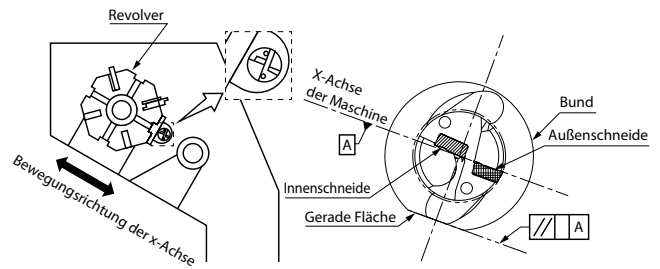
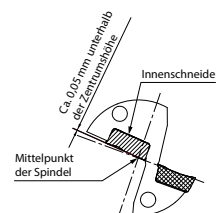

Abb. 1 Eingesetzt in Drehautomaten
Abb. 5 Vorderansicht des Bohrers
1. Bringen Sie den gewünschten Korrekturwert auf der Skala der Exzenterhülse mit der Mittenachse der Referenzmarkierung auf eine Linie. (Fig. 1)
2. Es wird empfohlen, die äußere Wendeschneidplatte zum Bediener zeigend einzusetzen (siehe Abb. 1). Sie kann auch um 180° gedreht eingesetzt werden. Falls Sie mit 2 Revolvern arbeiten und Sie den tiefer gelegenen Revolver verwenden, muss der Bohrer auch mit der äußeren Wendeschneidplatte – zum Bediener zeigend – eingebaut werden. Der Einbau um 180° gedreht ist auch möglich.
Wenn Sie die innere Wendeschneidplatte wie in Abb. 1 gezeigt eingesetzt haben, liegt sie ca. 0,05 mm unter dem Mittelpunkt der Spindel (Abb. 5)